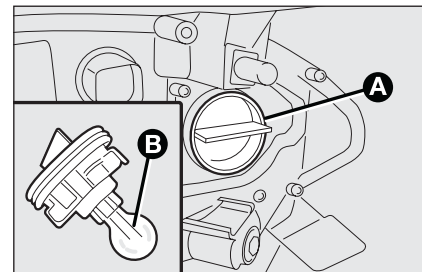

fig. 26
- estrarre la lampada **B-fig. 26** e sostituirla;